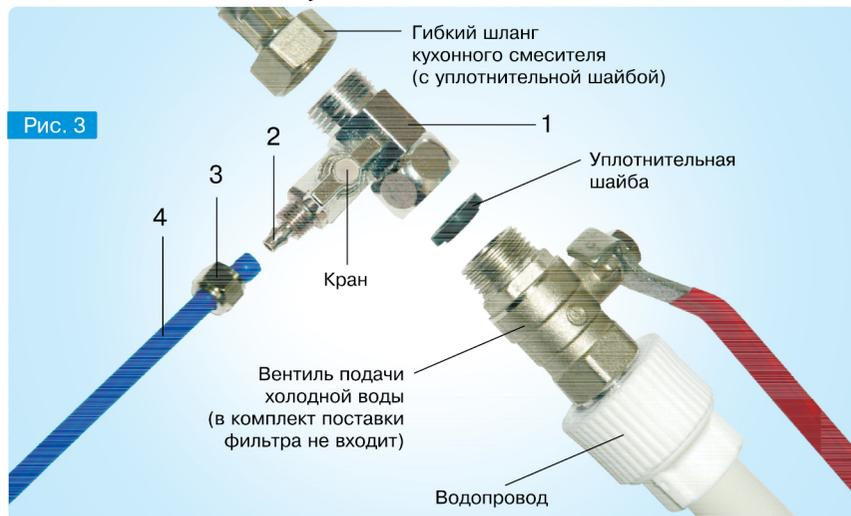

Рис. 3
- 1 - подключение к водопроводу (подробнее - см. рис. 3);
6.5. Подключение фильтра к водопроводу (рис. 3) осуществляется с помощью адаптера 1 с краном, который устанавливается между вентилем подачи холодной воды и гибким шлангом кухонного смесителя.
7.2. Включите холодную воду в стояке или откройте вентиль подачи холодной воды (см. рис. 3).
7.3. Откройте кран адаптера 1 (см. рис. 3) и кран очищенной воды.
- при длительных перерывах в работе фильтра рекомендуется перекрывать подачу воды в фильтр при помощи крана адаптера 1 (рис. 3). Перед возобновлением работы фильтра необходимо сливать в раковину застоявшуюся воду из фильтра в объёме не менее 10-15 литров.
не установлены или изношены уплотнительные шайбы	Установить или заменить уплотнительные шайбы (см. рис.3).